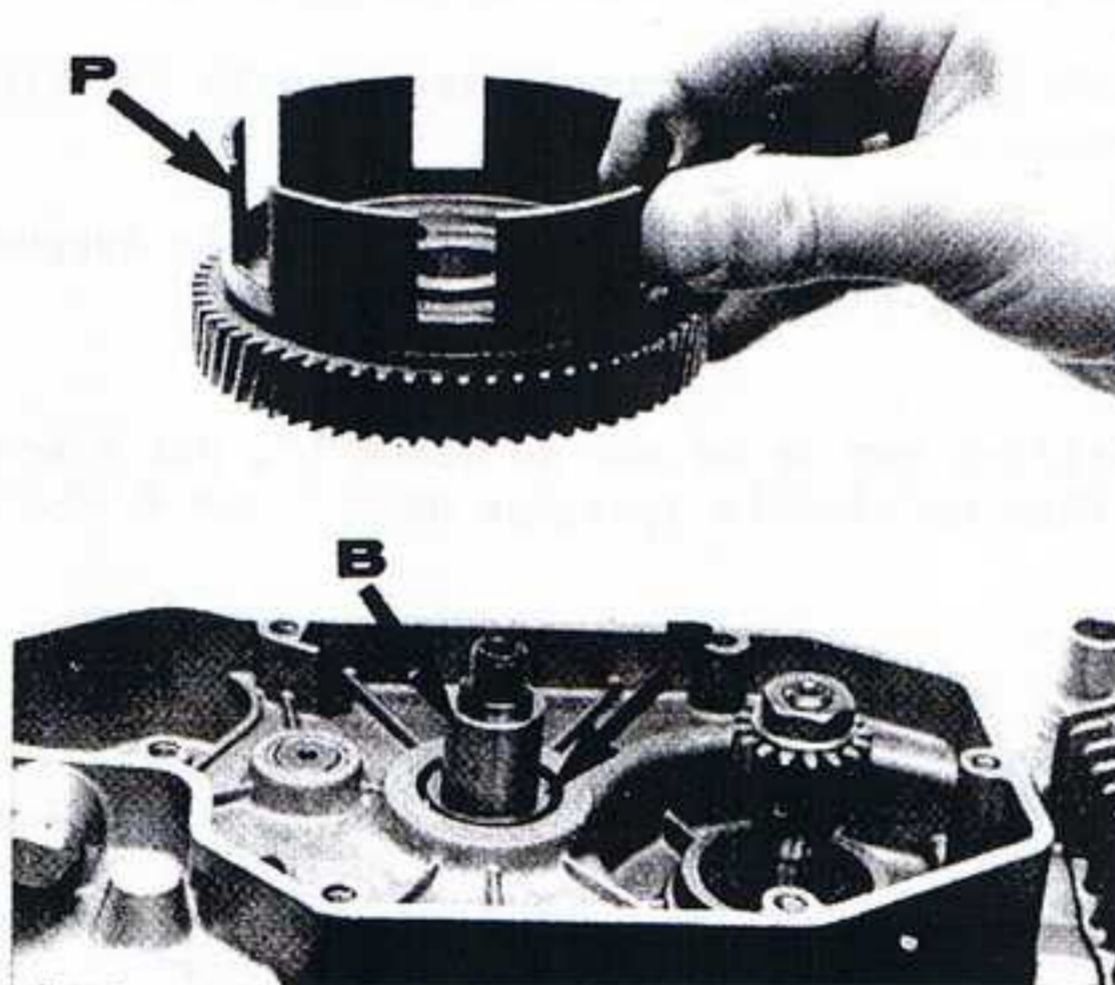

fig.13
- Sortir le plateau d'embrayage (P)
- Sortir la bague entretoise (B)
- Dégager les rondelles d'appui (R) (fig.13)